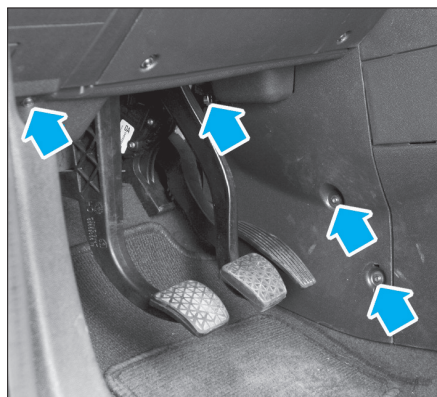

FIG. 5
- la garniture inférieure gauche sous le pédalier (Fig.5).